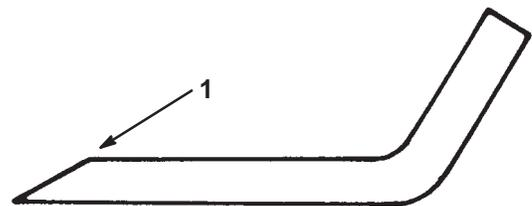

Bild 26
1. Schärfen Sie die Schnittkante an beiden Enden des Schnittmessers mit einer Feile (Bild 26). Behalten Sie den ursprünglichen Winkel bei. Das Schnittmesser behält seine Auswuchtung bei, wenn von beiden Schnittkanten die gleiche Materialmenge entfernt wird.